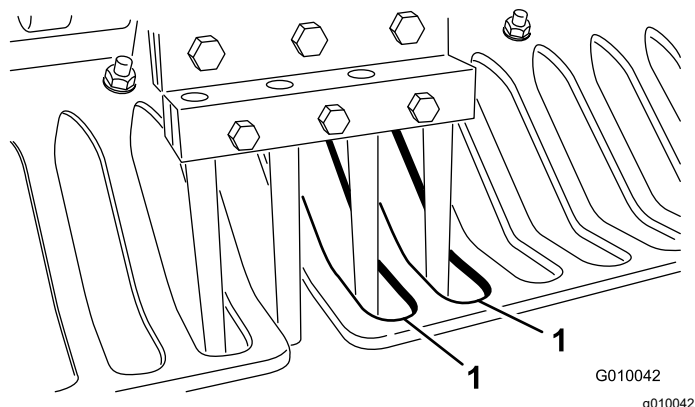

**Figura 26**
7. Verifique que os dentes estão alinhados com o centro das folgas nos protetores de relva (Figura 26). Ajuste os protetores de relva consoante necessário e aperte as porcas.